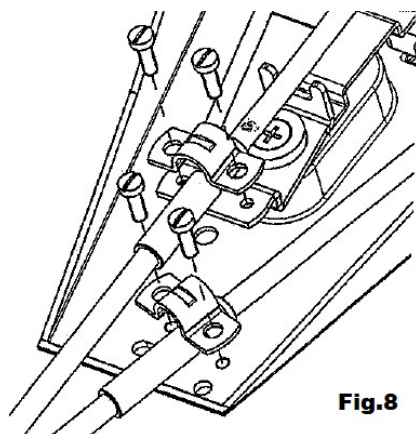

Fig.8
4. Fissare il cavo alla base del comando con l'apposita staffetta in dotazione, avendo cura di inserire correttamente la chiavetta nella scanalatura presente sulla parte metallica del cavo (**vedi Fig.8**).